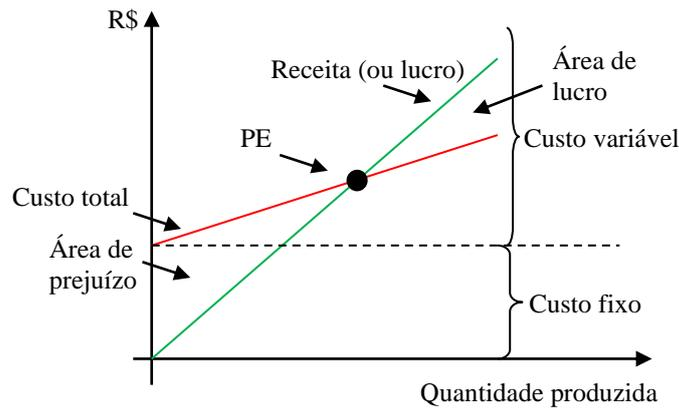

Figura 10 – Relação Receita/Lucro x Produção
O Ponto de Equilíbrio (PE), que tem por objetivo apurar um determinado número na escala produtiva expresso em quantidade de produto, estabelece a relação entre receitas, custos e volume de produção (quantidade produzida), objetivando verificar o comportamento custos e receitas (inclusive os lucros...) para diferentes volumes de capacidade produtiva. O ponto de equilíbrio ou ponto de ruptura (*breakeven point*) se dá na interseção entre a reta que representa o custo total e a receita total, conforme a figura 10 a seguir.